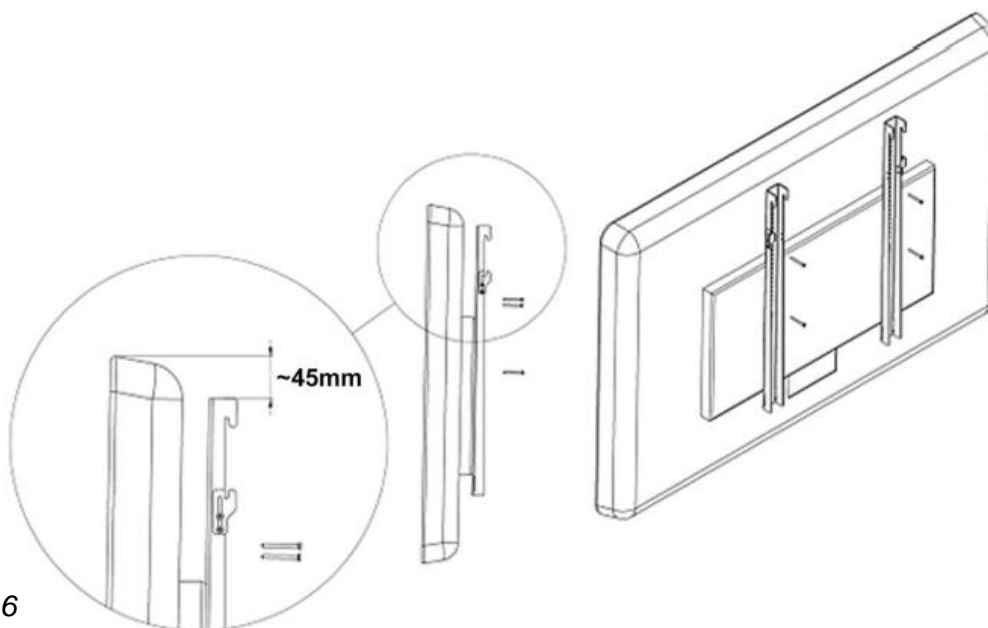

fig. 6
29. À l'aide des vis, fixez les poutres verticales à l'arrière du téléviseur (fig. 6 – vous pouvez utiliser les vis fournies dans l'emballage ou sélectionner les vis conformément aux recommandations du fabricant du téléviseur). Les poutres doivent être placées à environ 45 mm en dessous du bord supérieur de l'écran. Vous pouvez utiliser les rondelles fournies si nécessaire.